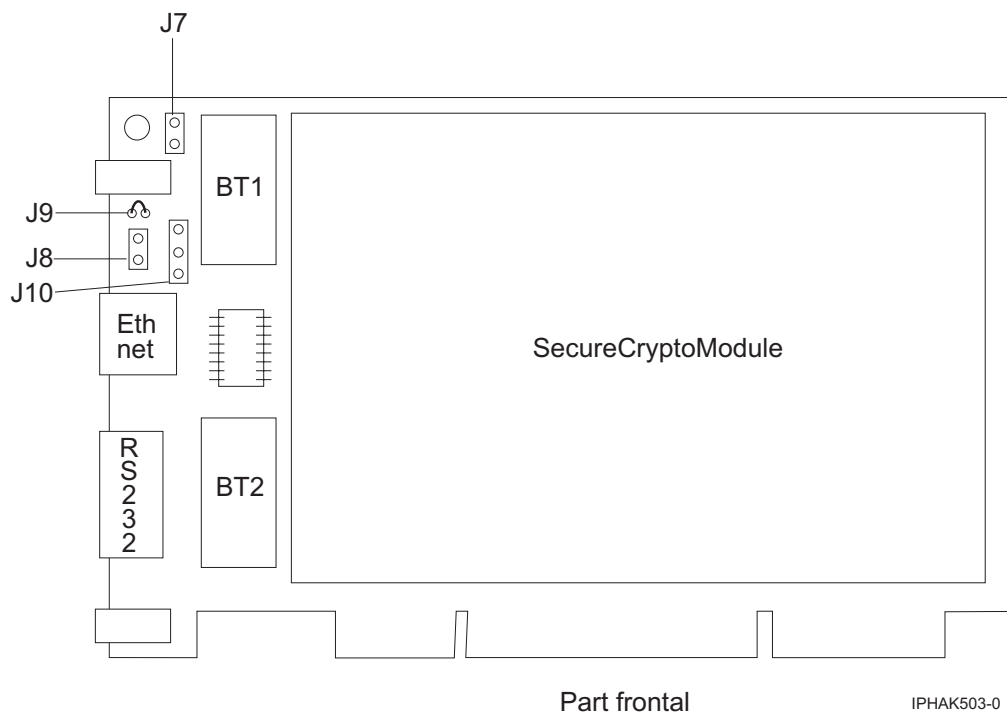

Figura 51. Part frontal de l'adaptador
6. Inseriu una de les bateries noves a la safata proporcionada amb el kit. Alineeu el + en la bateria amb el + que apareix en la safata (al final amb el cable vermell). Connecteu els cables de la safata al connector J10 situat a prop del port sèrie RS-232, com es mostra en Figura 51 a la pàgina 172. El connector està polaritzat per assegurar la seva correcta connexió.